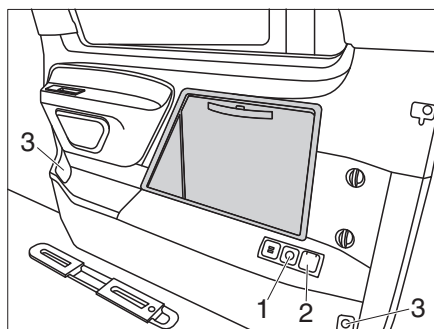
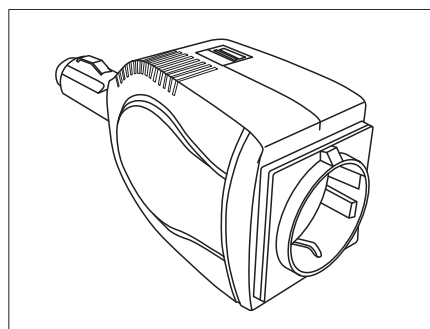

Figura 17 Tomas de corriente en el vehículo
Figura 18 Convertidor
- mientras se conduce a la toma de corriente original Mercedes de 12 V (Figura 17,3) a través del convertidor (Figura 18).
- A la toma de corriente de 230 V (Figura 17,2). Para ello se requiere que el vehículo esté enchufado a una toma en tierra de 230 V.
- a la toma de corriente de 12 V (Figura 17,1) del paquete eléctrico opcional a través del convertidor (Figura 18).